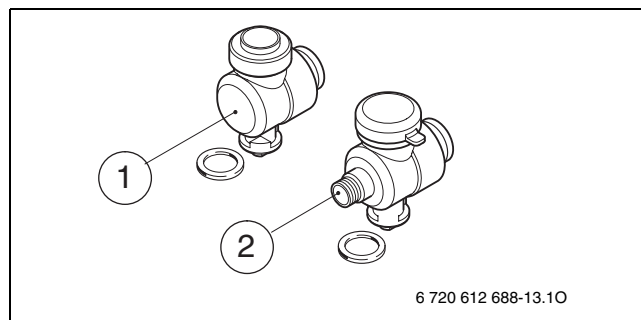

Fig. 17 Rubinetti di intercettazione impianto riscaldamento acc. nr. 1171 abbinabile all'acc. 1151 o a caldaie GVS T 35/42-3...
- ▶ Per GVS T 16/24/28-3.../GVM T...: installare la placca rubinetteria (accessorio DOS GA 5/12) oppure l'accessorio raccordi di collegamento (nr. 1151) al quale è possibile abbinare il kit rubinetti M-R, acc. 1171 (→ fig. 17).
- ▶ Per GVS T 35/42-3...: è possibile abbinare il kit rubinetti M-R, acc. 1171 (→ fig. 17).
Legenda di fig. 17: